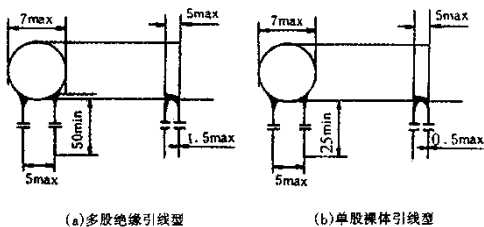

图 1-3 MZ61 系列 PTC 元件外形尺寸图
(2) MZ61 系列控温用(开关型)PTC 热敏电阻器:其主要技术参数及用途见表 1-8,外形尺寸见图 1-3。